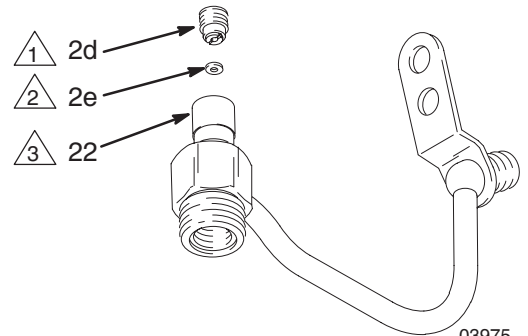

Рис. 13 03975
- Нанесите тонкий слой смазки на внутреннюю поверхность пустот корпуса для жидкости (22). Установите малое уплотнение (2e) таким образом, чтобы выступы были обращены внутрь корпуса для жидкости. Вставьте держатель уплотнения (2d) и затяните с моментом затяжки 3,4—4,5 Нм. См. Рис. 13.